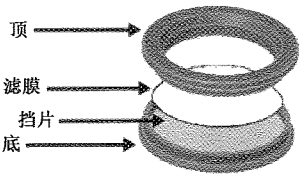

图 2-56 47mm 滤膜匣和滤膜及挡片
- (3)找到蓝色滤膜匣,并移除用过的滤膜;
- (4)将新滤膜插入匣中。安装滤膜时,滤膜的一面必须朝匣子“顶”。匣子的“顶”嵌入匣子的“底”(图 2-56);